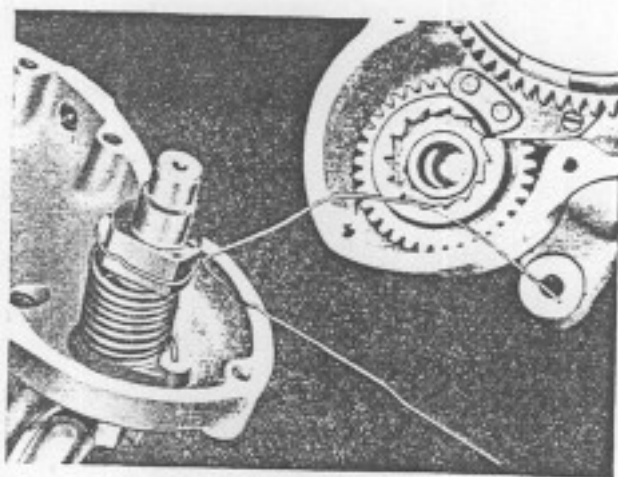

Bild 114. Mit einem Stück Bindedraht wird die Sperrklinke in der Anwerfvorrichtung zurückgehalten, um den mühelosen Einbau in das Anwerfzahnrad zu ermöglichen.
29. Bindedraht so um Anwerfvorrichtung legen, wie Abbildung 114 zeigt, damit Sperrklinke zurückgehalten wird,